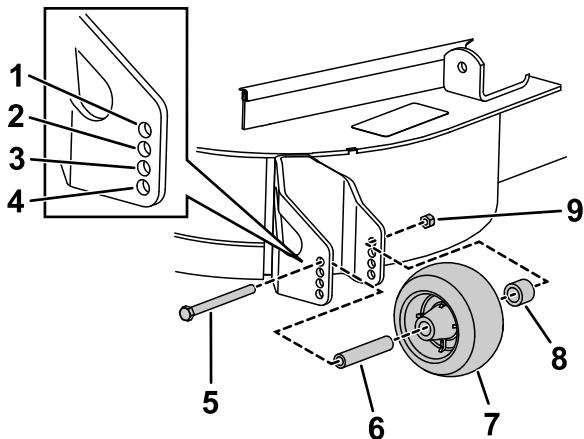

図 13
1. 刈高を変更後、ローラのフランジナット、ブッシュ、スペーサ、ボルトを外して図 13、ローラの高さ調整を行う。
3. フランジナット、ブッシュ、スペーサ、ボルトを取り付ける。54-61 N·m 1.2-1.5 kg.m=40-45 ft-lbにトルク締めする図 13。